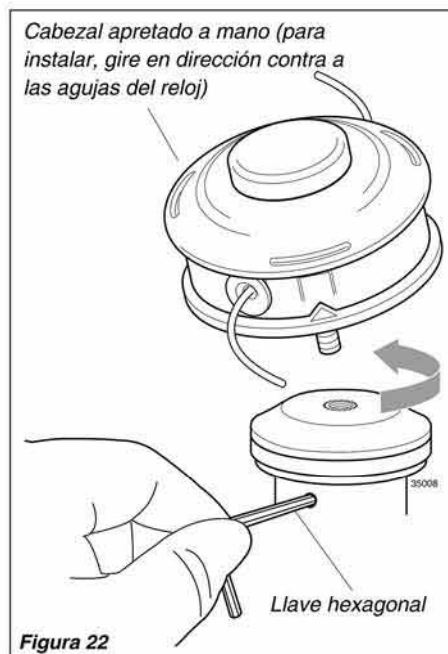

Figura 22
4. Usando la llave hexagonal para asegurar el Sujetador A, instale y apriete con la mano el cabezal (para instalar, gire en dirección contra a las agujas del reloj). Consulte la figura 22.